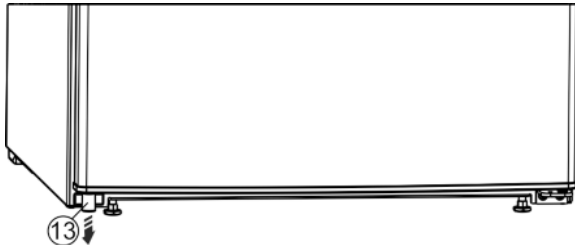

Fig. 5
► Vegye ki a bal alsó távtartót Fig. 5 (13) az ajtóból.